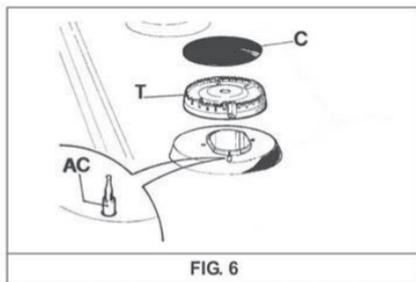

FIG. 6
Si se desea mantener brillante la superficie de la encimera, es muy importante lavarla después de ser utilizada, con agua tibia y jabón, enjuagarla y secarla. Las parrillas esmaltadas, las tapas esmaltadas "C" y las cabezas de los quemadores "T" (ver fig. 6) tienen que lavarse de la misma manera.
- *verificar que las fisuras de las cabezas de los quemadores "T" (ver fig. 6) no estén obstruidas por cuerpos extraños.*
- *Asegurarse de que la tapa esmaltada "C" (ver fig. 6) esté colocada correctamente sobre la cabeza del quemador. Esta operación se considerará completada cuando la tapa colocada sobre la cabeza del quemador resulte perfectamente estable.*